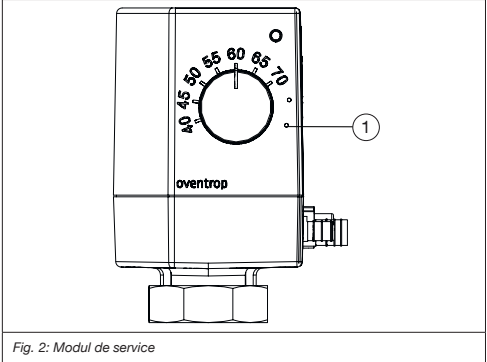

Fig. 2: Modul de service
- Pentru demontare setați actuatorul pe modul de service (vezi fig. 2). Prin aceasta, actuatorul se ridică și facilitează astfel demontarea.